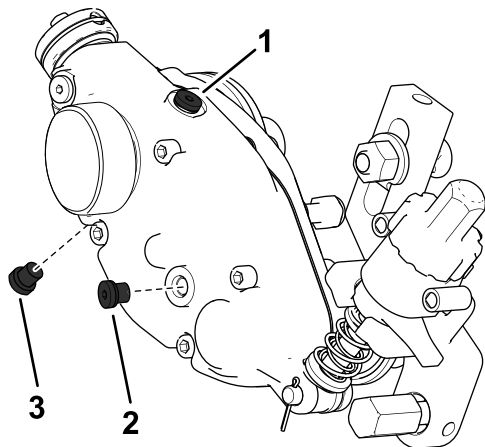

図 22
2. ハウジングの下にあるドレンプラグを抜く 図 22。
3. ハウジングの側面にあるオイル補給プラグと上部にある通気プラグを抜いてオイルを抜けやすくする 図 22。
7. ドレンプラグを取り付ける 図 22。